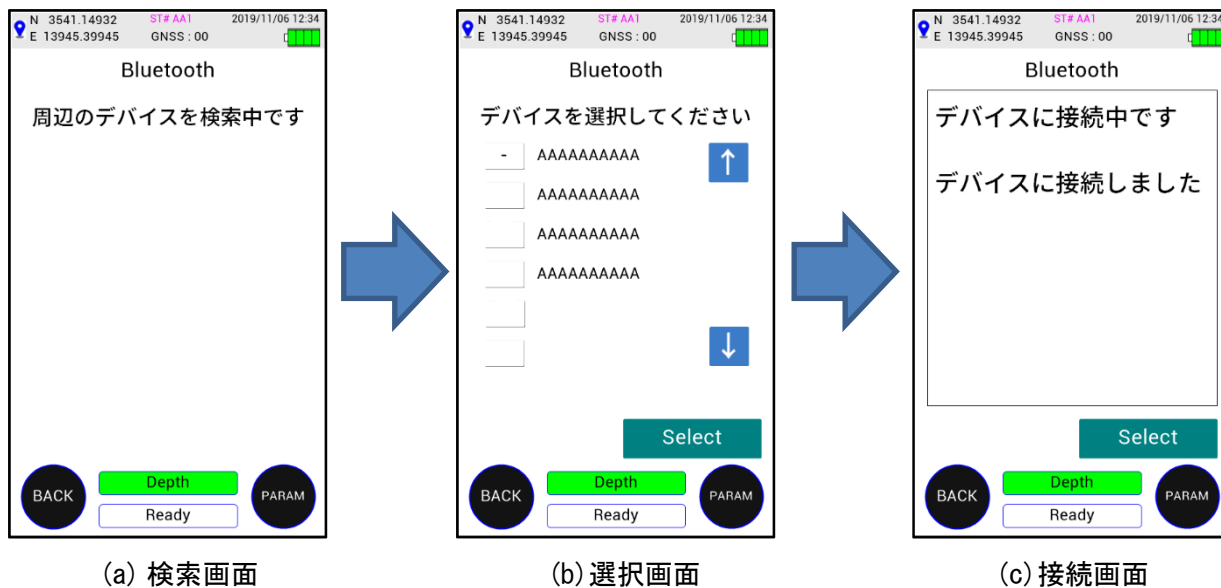

図 4.14.4 Bluetooth のペアリング
- デバイスとBluetooth接続されている状態で、図4.14.4の(a)検索画面に切り替わると接続が自動的に切断されます。